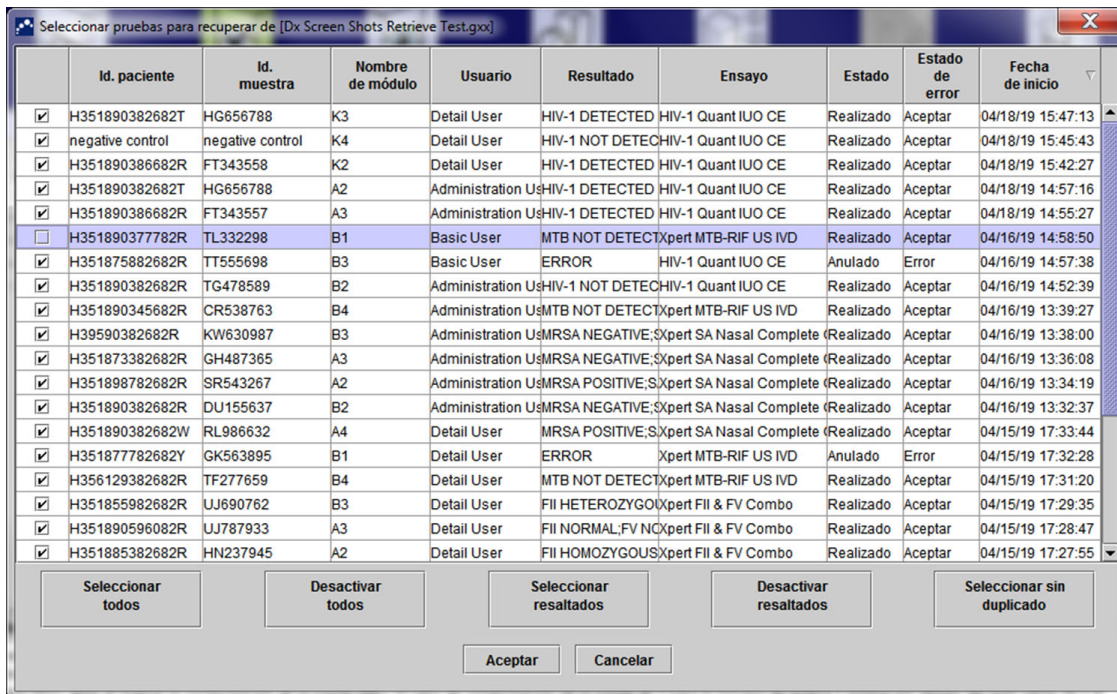

Figura 5-71. Cuadro de diálogo Seleccionar pruebas para recuperar
3. Aparece el cuadro de diálogo Seleccionar pruebas para recuperar de (consulte la figura 5-71). Las pruebas que ya existen en la base de datos actual aparecen como texto de color rojo.